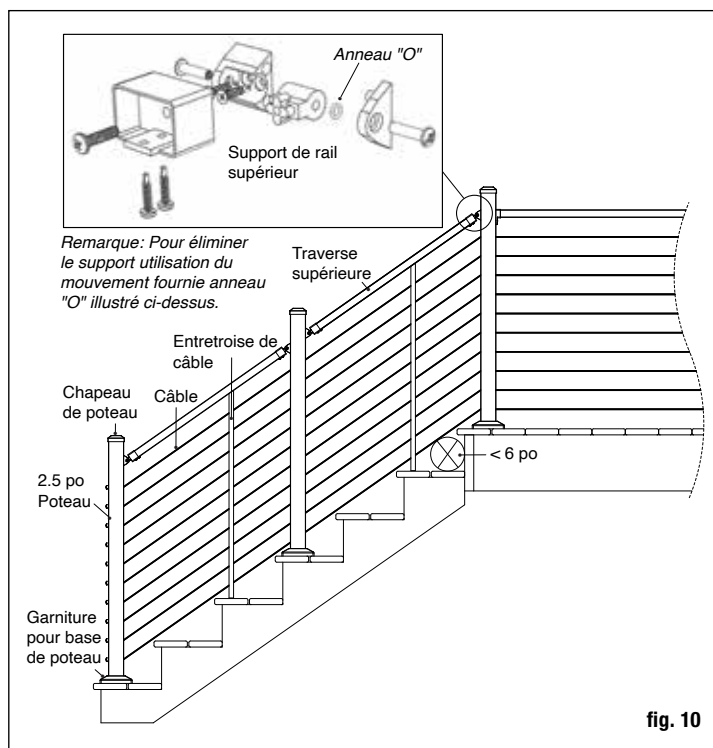

fig. 10
91,4 cm (36 po) ou 106,6 cm (42 po). À l'aide de l'entretoise de câble, supportez la traverse en place et mettez-la au niveau. Marquez les trous du support sur chacun des poteaux. Retirez la traverse. Percez au préalable les emplacements des vis dans les poteaux en utilisant un foret de 5 mm (3/16 po) à l'emplacement du support supérieur (fig. 10).
Étape 10 Disposez la traverse entre les poteaux. Vérifiez le niveau d'une extrémité à l'autre et verticalement. Fixez les supports au poteau à l'une des extrémités. Répétez à l'autre extrémité. *Conseil : Utilisez un foret rallonge de tournevis pour éviter de tacher la rampe avec le mandrin porte-foret. Posez toutes les traverses avant d'installer le câble (fig. 10).*